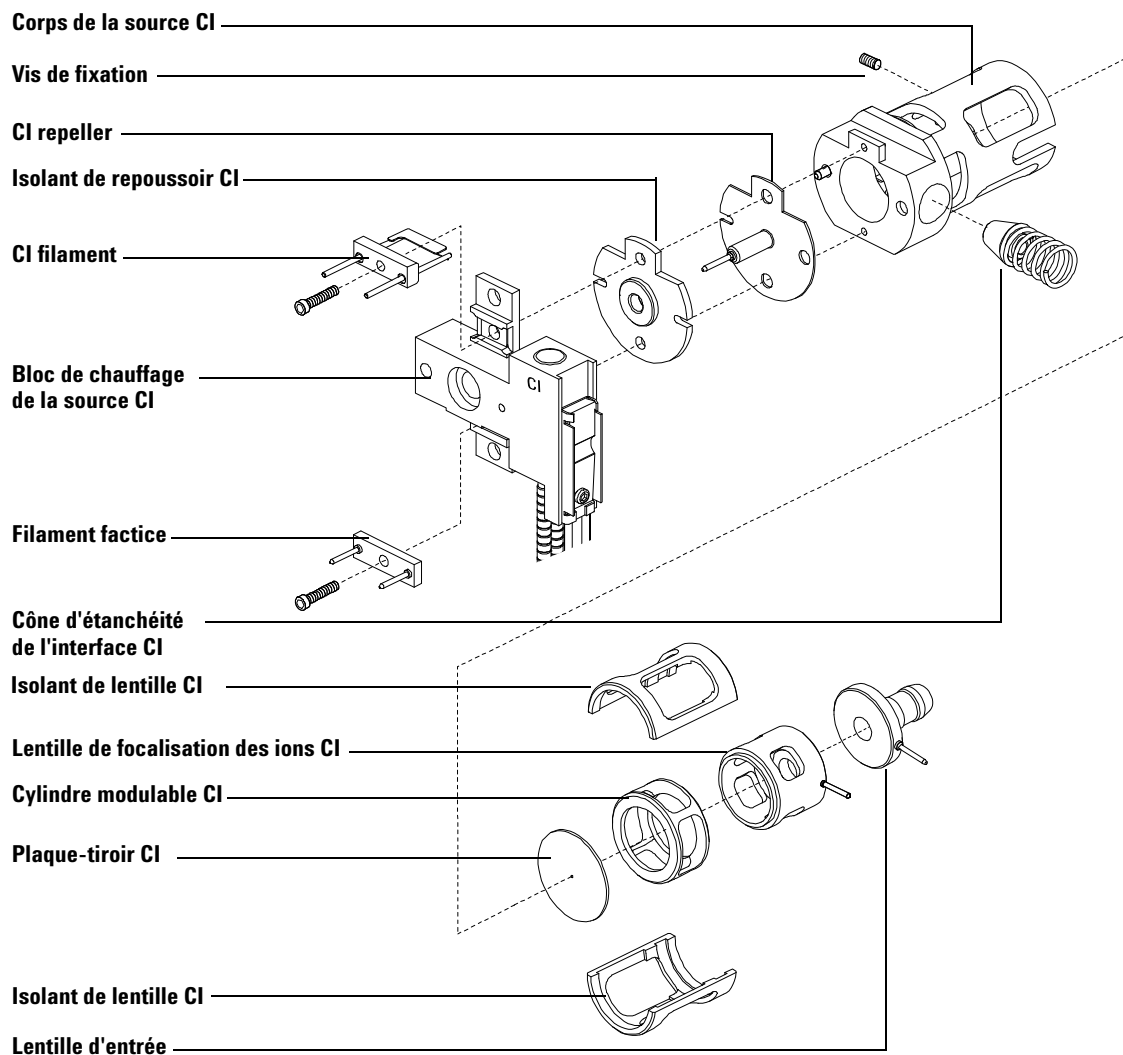

Figure 33 Pour démonter la source CI
- 2 Retirer les filaments. Voir la section Figure 33 page 169
- 2 Rassembler les pièces à nettoyer suivantes d'une source CI : (Figure 33 page 169)
- 2 Faire glisser la plaque-tiroir et le cylindre modulable dans le corps de la source (Figure 33 page 169).